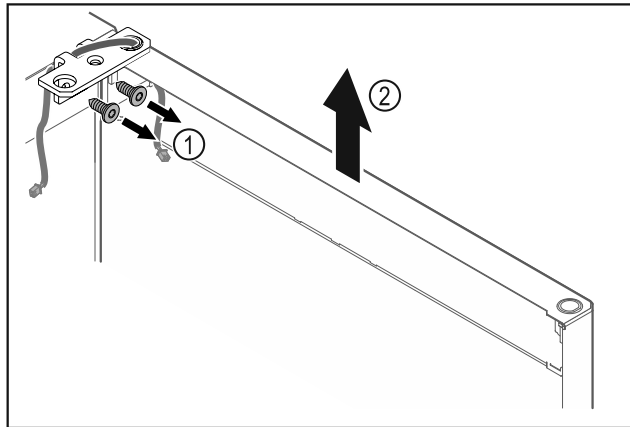

Fig. 13
- Scharnierwinkel Fig. 13 (1) abschrauben.
- Tür inklusive Scharnierwinkel Fig. 13 (2) circa 200 mm gerade nach oben heben und abnehmen.